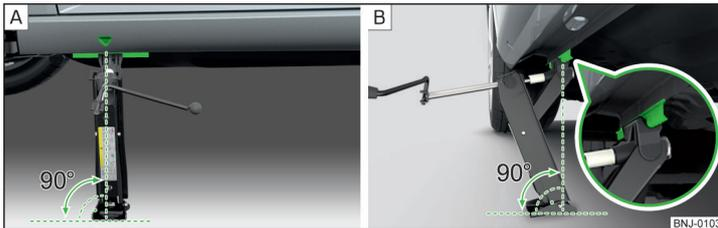

Abb. 176 Wagenheber ansetzen
- Die Grundplatte des Wagenhebers mit ihrer gesamten Fläche auf einem geraden Untergrund abstützen und sicherstellen, dass sich der Heber in senkrechter Position zum Aufnahmepunkt befindet » Abb. 176 - [A].
- Den Wagenheber unter dem Aufnahmepunkt mit der Kurbel so weit hoch drehen, bis seine Klaue den Steg umfaßt » Abb. 176 - [B].